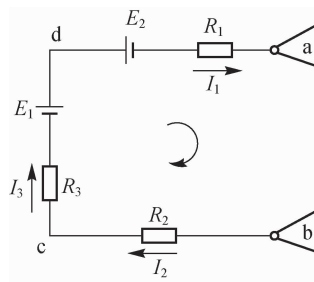

图 2-30 不闭合的电路
(2)KVL 不仅可以应用于任一闭合回路,而且还可以应用于任一不闭合的电路,如图 2-30 所示电路,其中 a、b 两处没有闭合。此时不妨把原电路看作一闭合回路,假设其间有一个电压 U_{ab} ,此电压与该回路的其他电压仍满足基尔霍夫电压定律。沿 abcd 方向绕行,可得 $U_{ab} + I_2 R_2 + I_3 R_3 - E_1 + E_2 + I_1 R_1 = 0$,则 $U_{ab} = E_1 - E_2 - I_1 R_1 - I_2 R_2 - I_3 R_3$,由此得出基尔霍夫电压定律的推广定律:电路中某两点 a 和 b 之间的电压等于从 a 点到 b 点所经路径上全部电压的代数和。